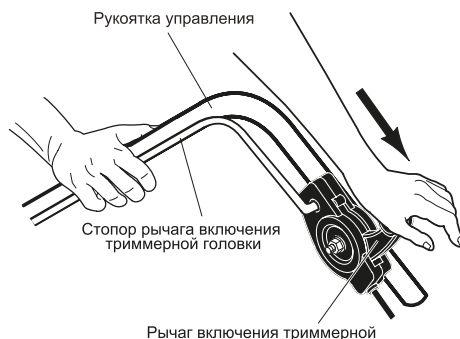

Рис.8
- Для включения головки газонокосилки прижать стопор рычага включения триммерной головки к рукоятке управления (Рис. 8).